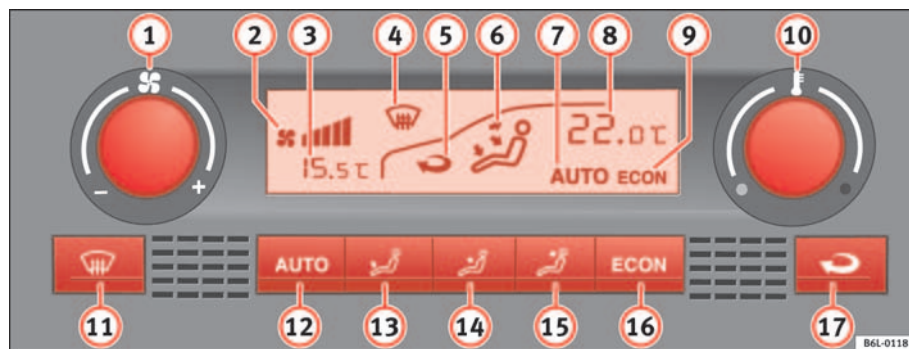

Fig. 88 Mandos del Climatronic en el tablero de instrumentos
- Gire el regulador de la temperatura ⇒ fig. 88 10 para ajustar la temperatura.
- ① Regulador de la velocidad del ventilador y ON / OFF del sistema.
- ② Indicador del nivel del ventilador
- ③ Indicador de la temperatura exterior
- ④ Indicador de descongelación del parabrisas
- ⑤ Indicador de la función de recirculación de aire
- ⑥ Indicador de la dirección del caudal del aire
- ⑦ Indicación **AUTO** (funcionamiento automático)
- ⑧ Indicador de la temperatura interior seleccionada
- ⑨ Indicación **ECON** (refrigeración desconectada)
- Pulse la tecla . Se visualiza la indicación ⇒ página 126, fig. 88 .
- Pulse una de las teclas ⇒ página 126, fig. 88 **13** a **15** o gire el regulador del ventilador **1**. Se apaga la indicación **7**.
- Pulse la tecla  para conectar o desconectar la recirculación de aire. Está conectada si aparece el símbolo  ⇒ página 126, fig. 88 **5** en la pantalla.